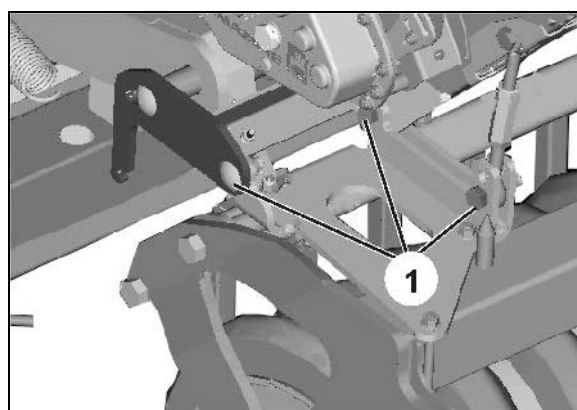

Fig. 27
- 5.2 Til højre: Monter tre forskruninger (Fig. 27/1).